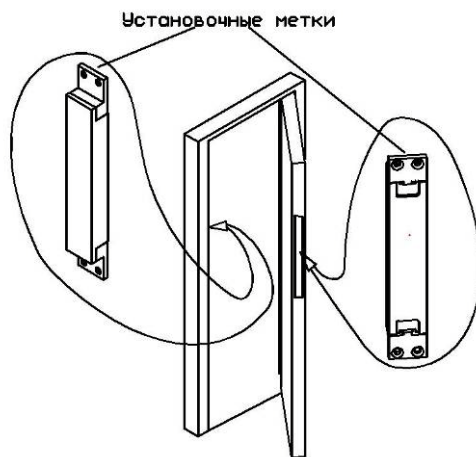

Рис. 2
- 6.1 ЗАМОК монтируется в средней части дверной коробки и дверного полотна (рис.2), при этом крепежные угольники корпусной и якорной частей, на которых нанесены установочные метки «ВЕРХ», должны быть сориентированы вверх.